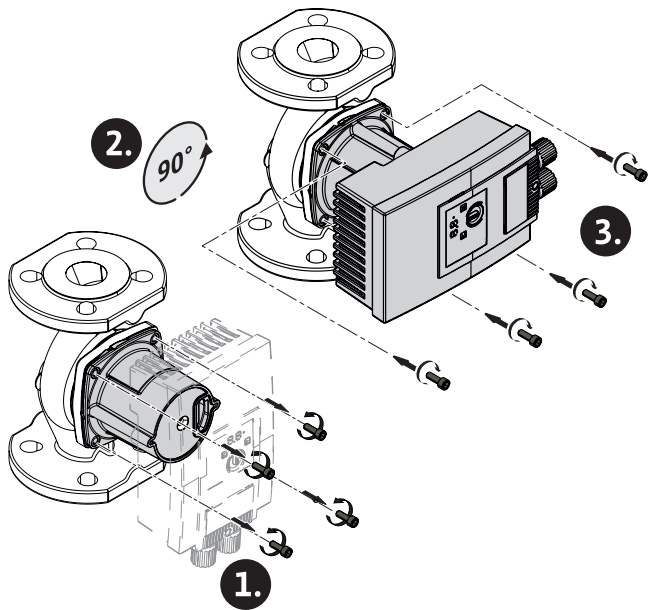

Fig. 5: Usmeritev motorja
2. Sprostite glavo motorja in jo previdno obrnite → Fig. 5.